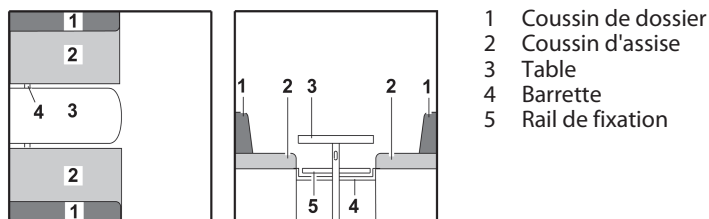

Fig. 66 Avant la transformation
- Convertir la table (Fig. 66,3) en sommier de lit (voir paragraphe 7.8).
- Insérer la baguette (Fig. 66,4) ou tirer vers le centre. La baguette est positionnée correctement si elle maintient le plateau de table directement derrière le pied de table.